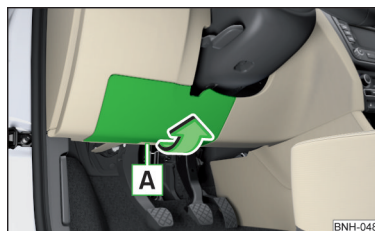

Fig. 167
- Prindeți capacul panoului de siguranțe în zona **A** și scoateți-l în sensul săgeții » fig. 167.